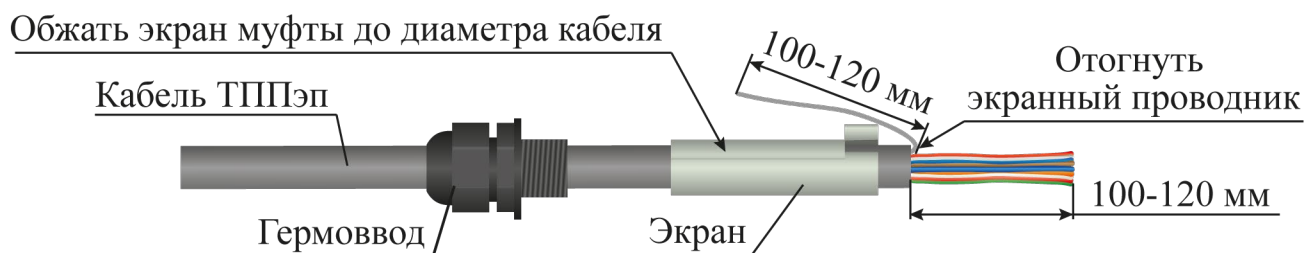

Рисунок 4.9
– надеть на оболочку кабеля ТППЭп в следующей последовательности: гермоввод, экран устройства оконечного (рисунок 4.9);
- обжать экран устройства оконечного до диаметра кабеля ТППЭп с помощью плоскогубцев (рисунок 4.9);
- снять оболочку со свободного конца кабеля ТППЭп (с кабеля ТППбЭп снять белую и черную оболочки) длиной 100 - 120 мм (рисунок 4.9);
- экранированный проводник отвести в сторону (рисунок 4.9);